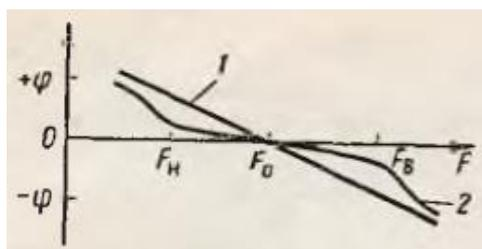

Рис. 6
На рис. 6 приведена фазовая характеристика усилителя, не имеющего фазовых изменений (1) и с фазовыми искажениями (2).